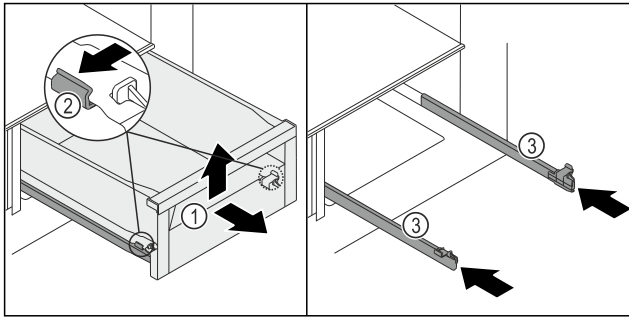

Fig. 201
- Schubfach Fig. 201 (1) bis zum Anschlag herausziehen.
- Klemme Fig. 201 (2) links und rechts an den Schienen gleichzeitig leicht nach außen drücken.
- Schubfach Fig. 201 (1) löst sich von den Schienen.
- Schubfach Fig. 201 (1) vorne hochheben.
- Schubfach Fig. 201 (1) nach vorne entnehmen.
- Schienen Fig. 201 (3) einschieben.